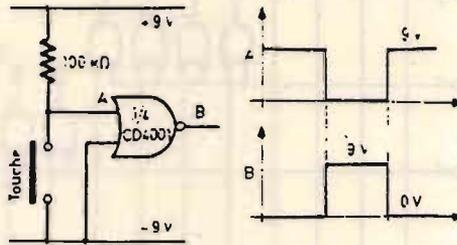

figura 6
c) PRINCIPIO DELLA DECODIFICA DELLA TASTIERA a 4 TASTI (figura 6)